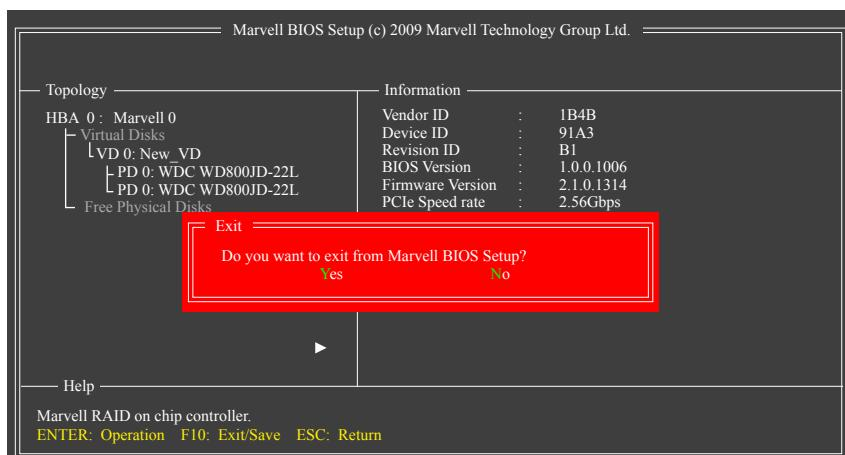

図 7
7. 設定を保存し、終了します。RAID設定を完了した後設定画面を終了する前に、メイン画面で <F10>を必ず押してください。<Y>を押して確認するか、<N>を押してキャンセルします(図7)。